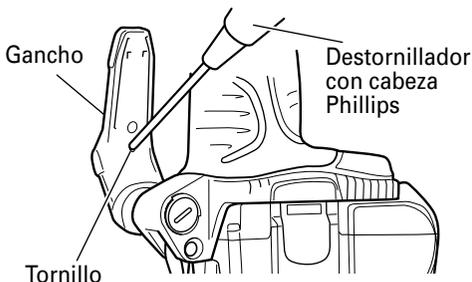
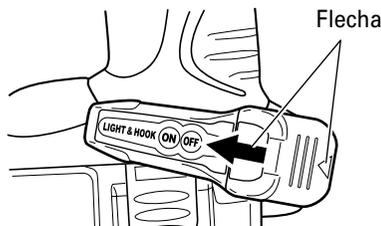

Fig. 15
Fig. 16
- (4) Sustitución de las pilas
- (a) Afloje el tornillo de gancho con un destornillador tipo Phillips (Núm.1) (Fig. 15) Quite la tapa del gancho empujando en la dirección de la flecha. (Fig. 16)
- (c) Haga coincidir la muesca del cuerpo principal del gancho con el saliente de la tapa del gancho, presione la tapa en la dirección opuesta a la flecha mostrada en la Fig. 16 y apriete el tornillo.